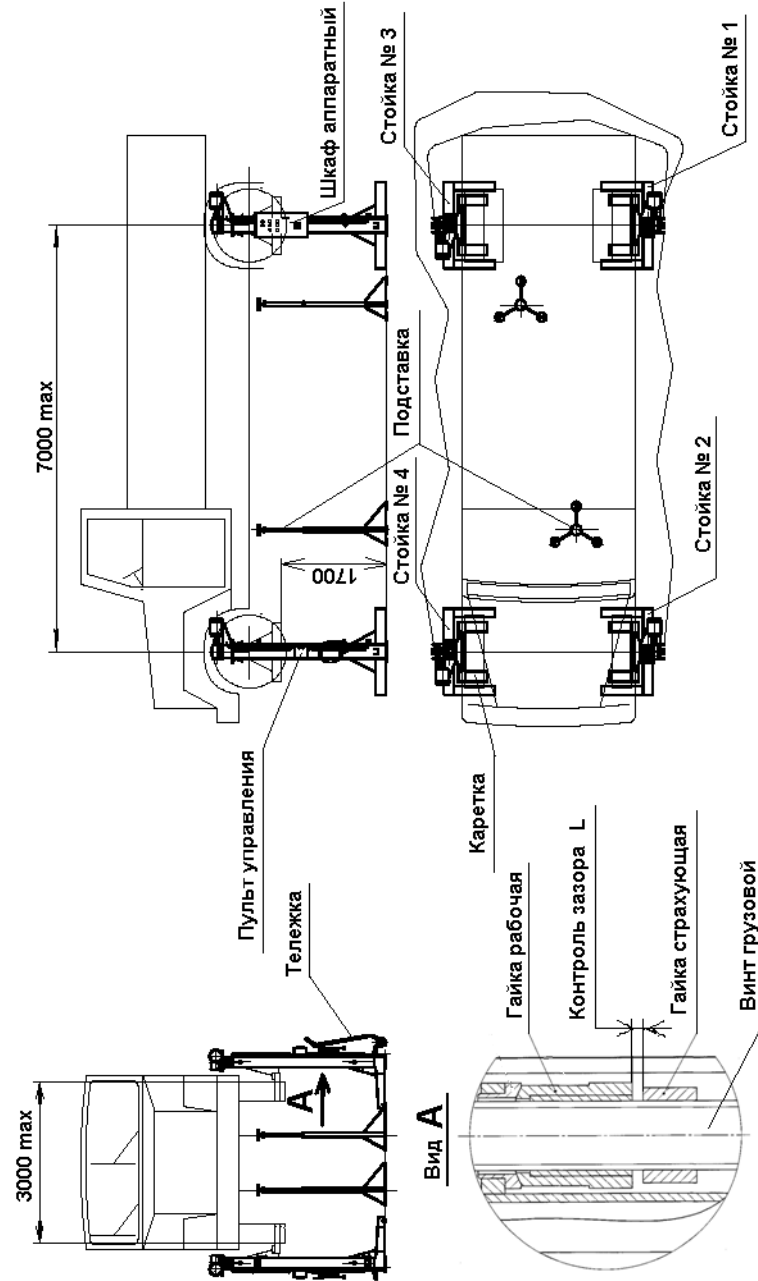
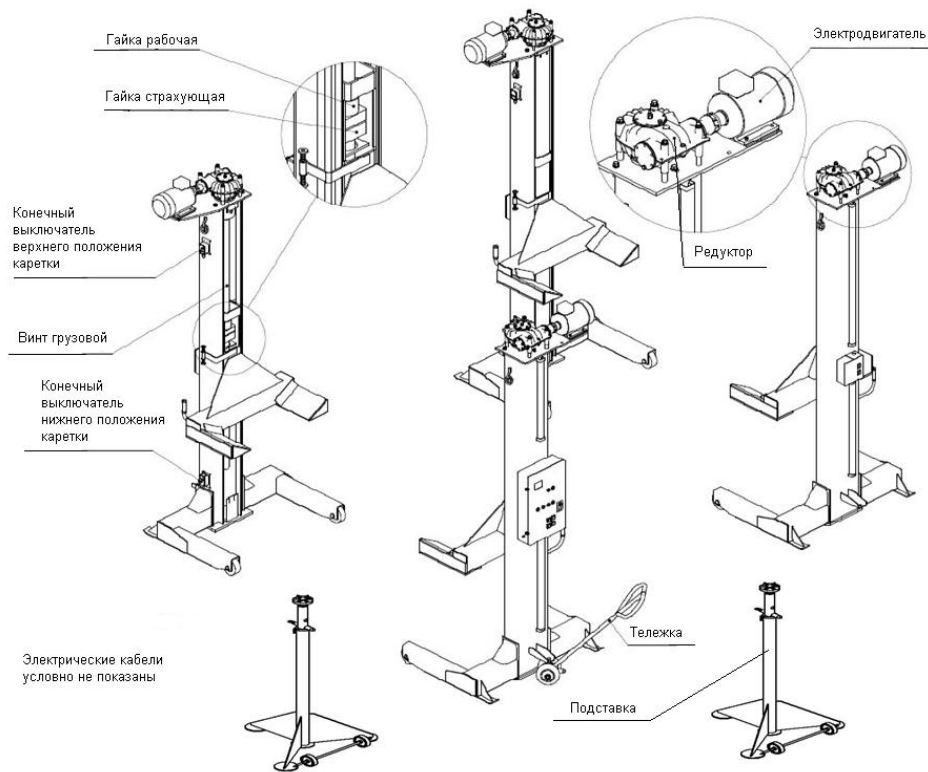

Рис. 1. Подъемник передвижной ПП - 20
Рис. 2. Составные части подъемника передвижного ПП - 20
4.1. Подъемник состоит из четырех стоек (см. Рис.1 и Рис.2), каждая из которых имеет электромеханический привод, каретку, грузовой винт, рабочую и страхующую гайки, конечные выключатели верхнего и нижнего положения кареток. На первой стойке установлен шкаф аппаратный, имеющий корпус с панелью электрооборудования, автоматический выключатель, лампочку «Сеть», «Авария», кнопки «Вверх» и «Вниз» для управления первой стойкой и кнопки «Вверх» и «Вниз» для управления всеми стойками одновременно. На остальных стойках установлены посты управления с кнопками «Вверх» и «Вниз» для управления данной стойкой.